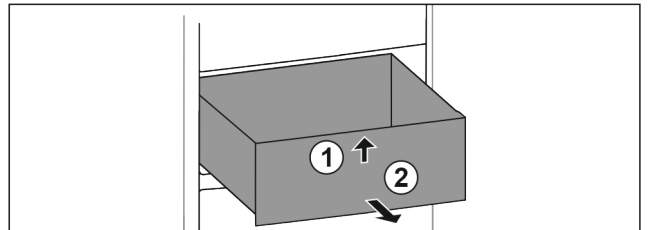

Fig. 70
- ▶ Soulever la partie avant du tiroir. Fig. 70 (1)
- ▶ Retirer le tiroir par l'avant. Fig. 70 (2)